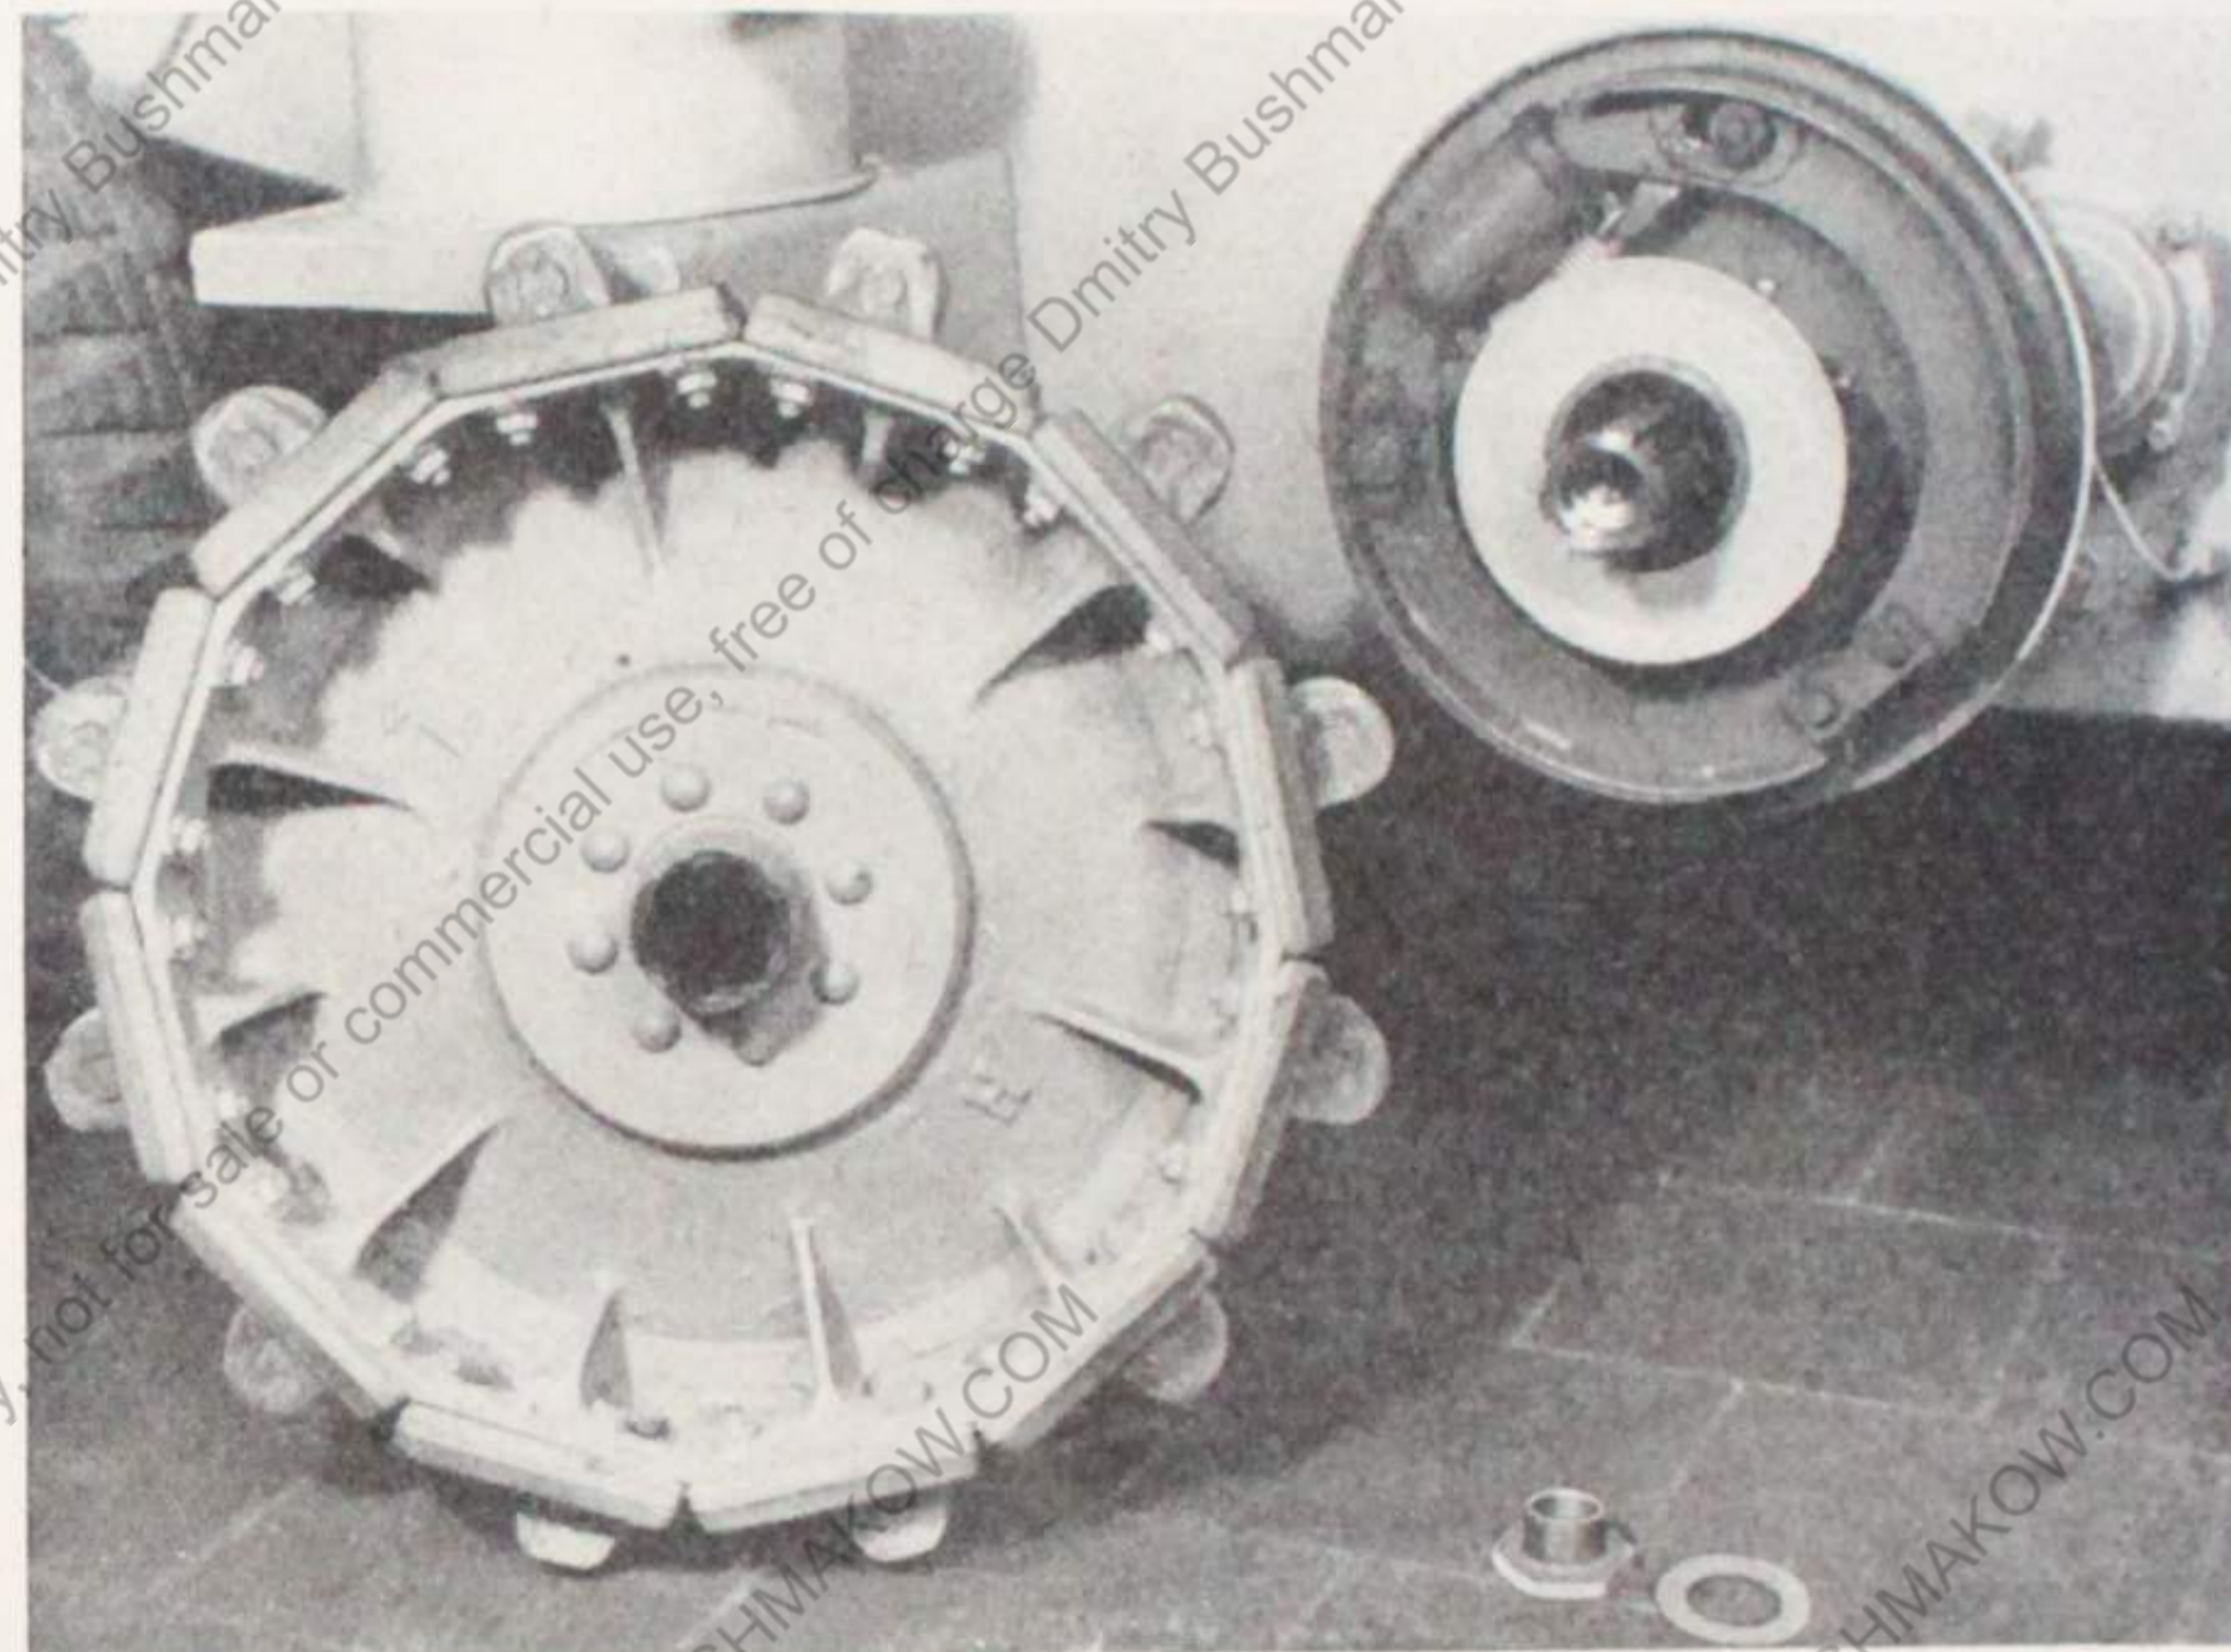

Bild 45
Die Fahrbremse liegt nach Abnahme des Triebrades (Bild 45) frei.
2. Triebbrad-Ausbau (Bild 45)